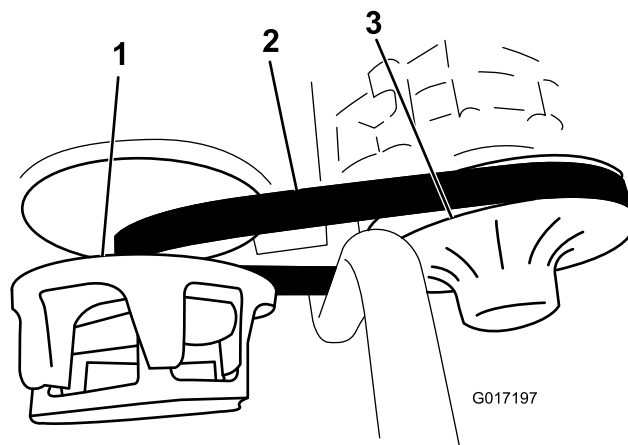

Figura 40
3. Rode e verifique se a correia (Figura 40) apresenta sinais de desgaste ou se está danificada.
1. Rode e coloque a correia sobre a embraiagem secundária (Figura 40).
2. Retire a correia da embraiagem primária (Figura 40).